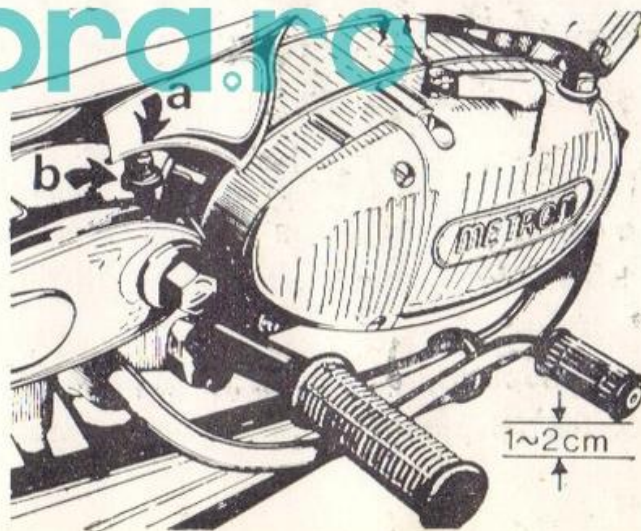

Fig. 30.
2. Pentru reglarea frinei spate slăbiți piulița „a” (fig. 30) și reglați șurubul „b” pînă cînd pedala de frînă va avea o cursă liberă de 1–2 cm.